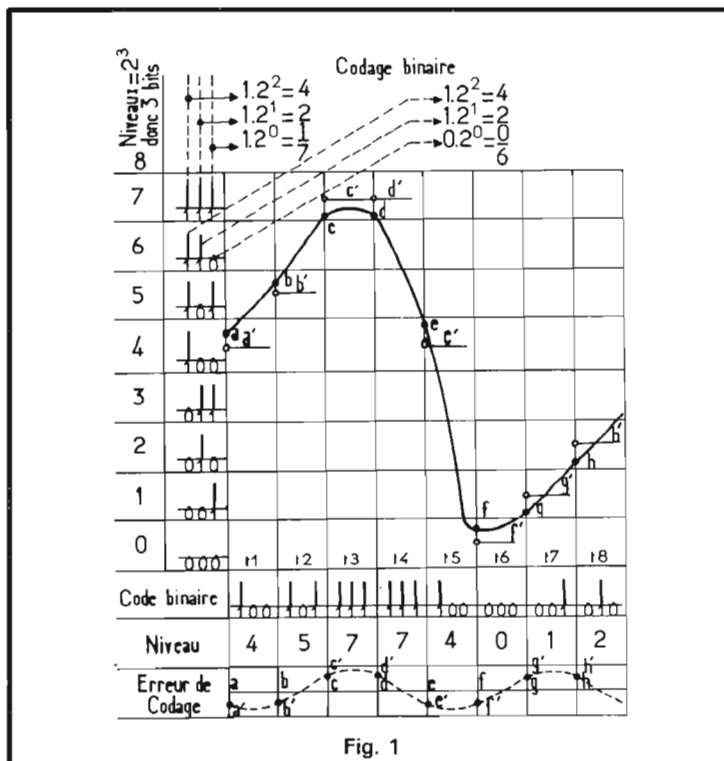

Fig. 1
JUSQU'À présent, on n'a pas trouvé une solution, valable permettant de transmettre simultanément tous les détails d'une scène de télévision. Ces détails sont transmis l'un après l'autre, en explorant l'image point par point, ligne après ligne et trame après trame. Les images à transmettre sont converties en un signal électrique variable en fonction du temps. Les différents éléments qui composent l'image ont chacun une certaine luminance et une couleur propre. Ces luminances varient d'un élément à l'autre et produisent des signaux à niveau variable analogues. La tendance actuelle est de remplacer ces signaux analogiques par des signaux digitaux où chaque élément d'image constitue un échantillon d'un certain niveau. Il y a ainsi une suite de niveaux ; par exemple 0, 1, 2, 3, 4, 5, 6 et 7 comme dans la figure 1. Chaque niveau est numéroté.
présence de l'impulsion déclenche un horloge qui émet à son tour une impulsion à chaque fraction de la durée du signal intégré. Pour obtenir les 8 niveaux de la figure 1, l'horloge doit émettre 7 impulsions dans le cas où le niveau de l'échantillon se trouve à sa valeur maximale. Les 8 niveaux (0, 1, 2, 3, 4, 5, 6 et 7) correspondent dans le code binaire à 3 informations qui sont réduites à 1 ou 0. Les impulsions de l'horloge commandent les 3 bascules d'un compteur binaire. En absence de tension du signal vidéo, l'horloge ne fonctionne pas et les bascules indiquent 000.
Si l'élément d'image échantillonné pendant l'intervalle t_3 (fig. 1) se trouve au niveau 7 (point c), l'onde porteuse transmet pendant la durée d'échantillonnage T_3 une série de trois impulsions. La première signifie dans le code binaire $1.2^2 = 4$, la seconde impulsion signifie $1.2^1 = 2$ et la troisième impulsion $1.2^0 = 0$, d'où l'addition $4 + 2 + 1 = 7$. Le récepteur reçoit ce train de trois impulsions pendant la durée t_3 où l'on ouvre la porte de son décodeur. La première impulsion que reçoit le décodeur produira le niveau 4, soit 4 V par exemple. La seconde impulsion ajoute 2 V et la troisième ajoute encore 1 V. Le décodage complet pendant t_3 a produit $4 + 2 + 1 = 7$ V. Si l'échantillon émis a une tension de 7 volts, c'est-à-dire si l'élément d'image échantil-
A l'instant e, le signal analogique est au niveau 4 et le convertisseur émet une impulsion suivie de deux zéros ce qui donne le nombre binaire 100 que l'on décompose en $1 \times 2^2 + 0 \cdot 2^1 + 0 \cdot 2^0 = 4$. Dans l'exemple de la figure 1 chaque niveau du signal est transmis à l'aide de trois informations appelées « bits » qui sont dans le code binaire 1 ou 0. Le niveau au point e est quantifié par $e' = 4$, en binaire 100. L'émetteur transmet d'abord le 1 et ensuite 00. L'horloge ouvre donc une première porte qui transmet l'impulsion (1) à la bascule dont le poids est 4 c'est-à-dire $1 \cdot 2^2$. L'impulsion suivante de l'horloge ouvre ensuite une seconde porte à l'entrée de la bascule de poids 2 mais celle-ci ne reçoit pas d'impulsion et ne bascule pas d'où 0. Même fonctionnement à la troisième impulsion d'horloge ouvrant la troisième porte d'une bascule de poids 1 qui ne reçoit rien d'où 0. La quatrième impulsion d'horloge est destinée à la remise à zéro. L'horloge du récepteur assure le même rôle à condition qu'elle fonctionne en synchronisme avec celle de l'émetteur. Ce synchronisme exige la transmission d'un bit supplémentaire.
En examinant l'allure du signal analogique a, b, c, d... on remarque une certaine différence entre l'amplitude de celui-ci et le niveau quantifié. L'amplitude du point a est quantifiée par a' d'où l'erreur de codage $a - a'$ que l'on trouve en bas de la figure 1. Ces erreurs de codage se manifestent à presque tous les niveaux du signal analogique. La transmission du signal codé $a', b', c', d'...$ se traduit à la réception par une certaine déformation appelée distorsion de quantification. Pour réduire cette distorsion, il faut augmenter le nombre de niveaux du signal codé. Ce nombre est de 8 dans la figure 1 soit 0, 1, 2, 3, 4, 5, 6 et 7. Le nombre 8 exige 3 bits car $2^3 = 8$. Une transmission sans distorsion d'une musique à haute fidélité exige 4 000 niveaux avec une fréquence d'échantillonnage de 32 000 Hz, c'est-à-dire que chaque échantillon (t_1 ou t_2 ou t_3 dans la figure 1) doit être codé en moins de $1/32\ 000$ de seconde.